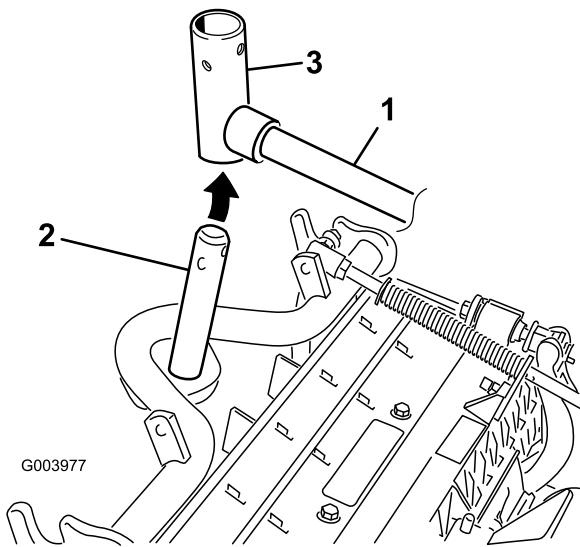

図 8
7. フロントに取り付けるカッティングユニットは、昇降アームの下に入れるとキャリアフレームのシャフトを立てて昇降アームのピボットヨークに挿入する図8。
- B. 昇降アームのヨークをキャリアフレームのシャフトに通す図 8。